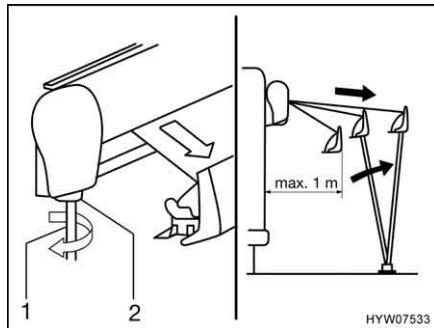

Fig. 5 Estrazione della tenda
- Inserire la manovella (Fig. 5,1) nel supporto a baionetta (Fig. 5,2) della tenda e girarla in senso antiorario.